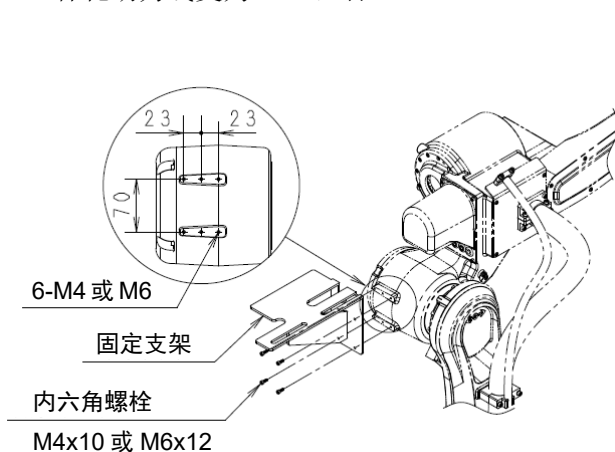

图 1.1 固定支架的安装(步骤 1)
1. 请参阅图1.1用4根内六角螺栓(M4×10或M6×12)将固定支架安装在JT3手臂的后方。